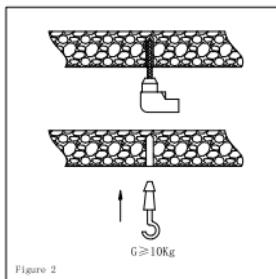

Figure 2
2. Installare il gancio sul tetto (Si suggerisce un gancio M10 con portata superiore a 10Kg) (fig.2)